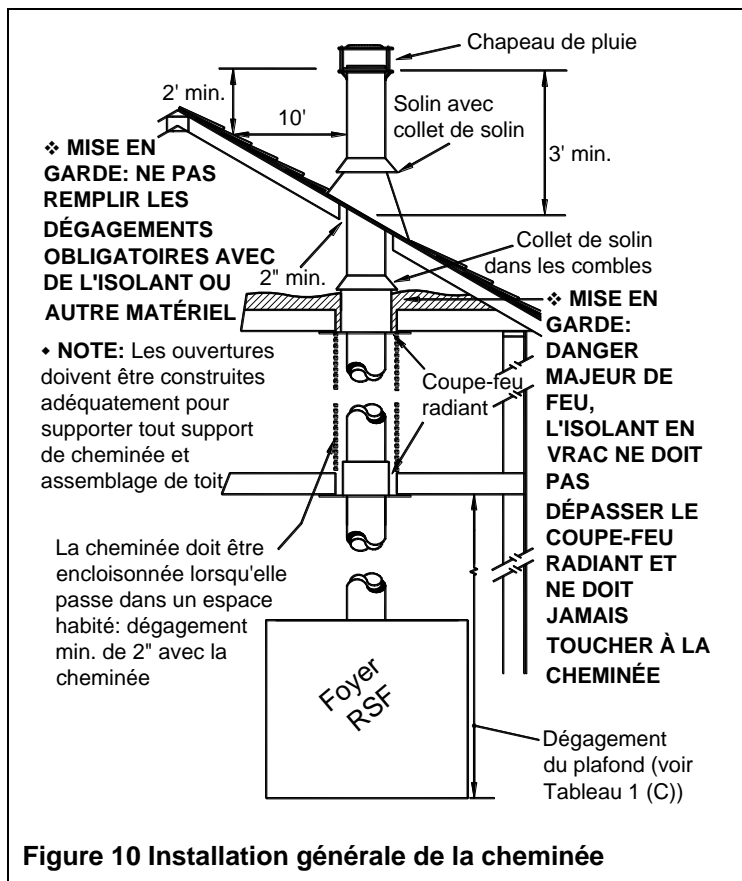

Figure 10 Installation générale de la cheminée
2. Installez, en dessous de chaque plancher/plafond traversé par la cheminée, un coupe-feu radiant. Au niveau des combles, installez un coupe-feu radiant et un collet de solin tel qu'illustré à la Figure 10.